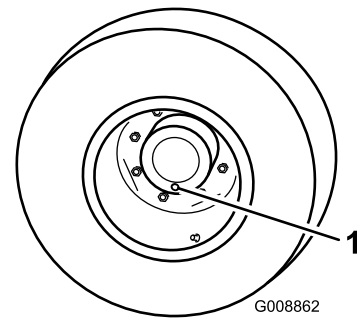

Figure 70
1. Placez la machine sur une surface plane et horizontale et tournez une roue de sorte que l'un des bouchons de contrôle se trouve à la position la plus basse (6 heures) (Figure 70).